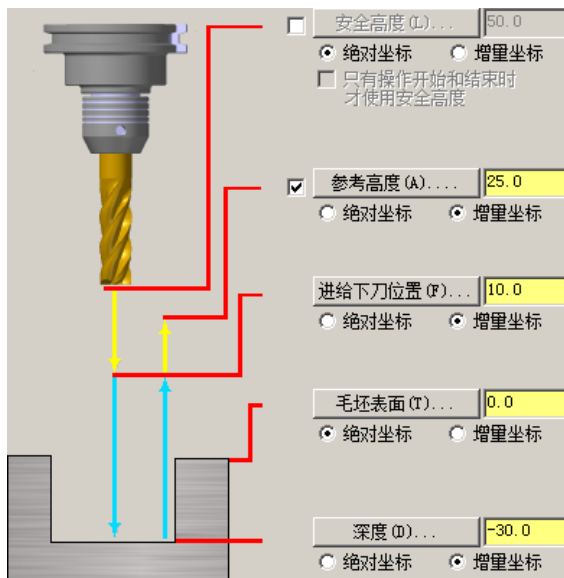

图 4.8.21 “连接参数”设置界面
Step5. 设置连接参数。单击**连接参数**节点，切换到共同参数界面，设置图 4.8.21 所示的参数。